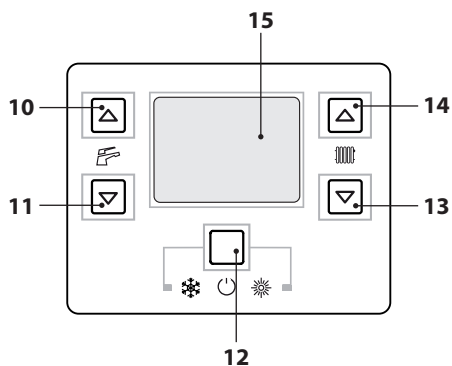
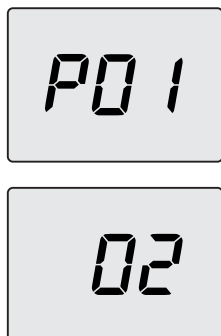

Figura 8.2
Figura 8.3
- Entrare in "modalità programmazione" premendo contemporaneamente per 10 secondi i tasti 12-13-14 (Figura 8.2) fino a far apparire sul display LCD le lettere **P01** che si alternano con il valore del parametro, indicando l'entrata nel "parametro 01" (Figura 8.3).
- Premendo il tasto 12 (Figura 8.2) si ottiene la conferma del valore inserito.
- Premendo contemporaneamente i tasti 12 e 13 (Figura 8.2) si esce senza modificare il valore (ritorno alla lista parametri Figura 8.4)
- Premendo contemporaneamente per 10 secondi i tasti 12-13-14 (Figura 8.2) si esce dalla "modalità programmazione".